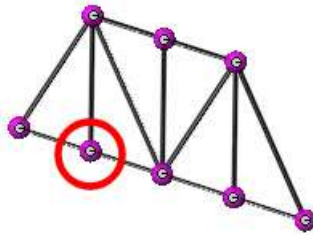

Рисунок 5.3 – Вузол прикладання навантажень
- б) Оберіть з'єднання, показане для параметра «Соединения» (рис. 5.3).